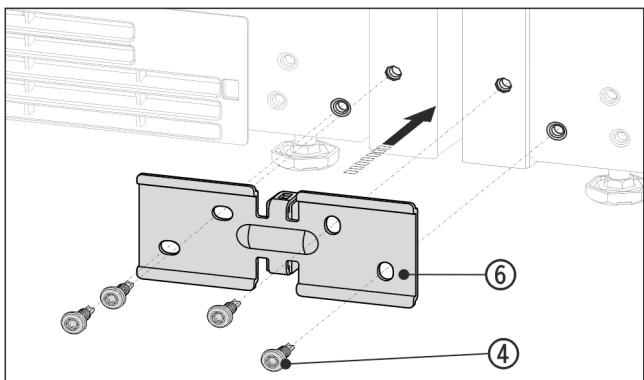

Fig. 15 Représentation à titre d'exemple
- Pousser l'équerre Fig. 15 (6) avec l'entretoise entre les appareils et visser sans serrer avec 4 vis Fig. 15 (4).